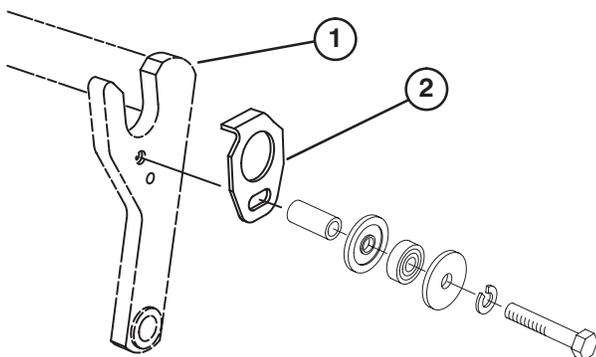
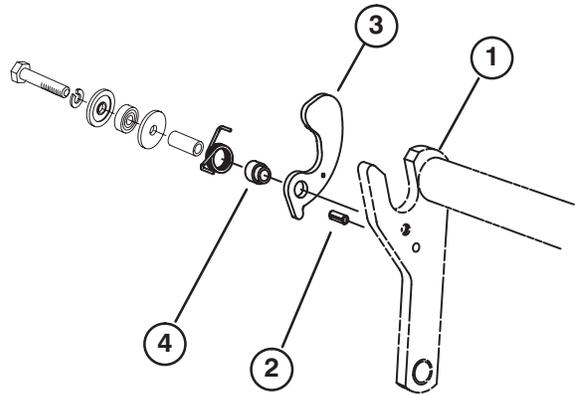

Figura 6
Figura 7
4. Monte una guía de recogehierbas (Fig. 6) en el lado correspondiente de cada bastidor de tiro (ver Figura 7) con un tornillo de caperuza (5/16 x 1-3/4 pulgadas), arandela plana, y arandela de freno o los herrajes anteriormente retirados, según muestra la Figura 6.
6. En el mismo lado del bastidor de tiro que el pasador cilíndrico, monte un soporte de recogehierbas con un tornillo de caperuza (5/16 x 1-3/4 pulgadas), una arandela de freno, una arandela plana, un muelle de torsión, un collar de recogehierbas, o los herrajes anteriormente retirados, según muestra la Figura 7. Los muelles de torsión son diferentes para los lados izquierdo y derecho de los bastidores de tiro. Hay dos muelles a izquierda y 3 a derecha. La pata más larga del muelle debe estar hacia adelante, según muestra la Figura 8.